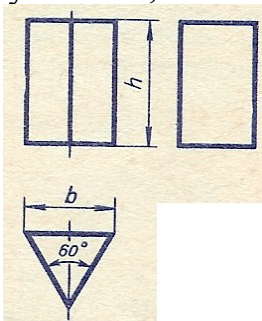

Рисунок 3
**Призма.** Для простоты рассмотрим треугольную прямую призму. Две проекции призмы - прямоугольники, а третья имеет форму треугольника. В зависимости от расположения призмы относительно осей проекций форму треугольника может иметь и горизонтальная, и фронтальная, и профильная проекции (Рисунок 3).
**Пирамида.** Считаем, что горизонтальная плоскость проекций параллельна основанию пирамиды. Тогда фронтальная и профильная проекции имеют форму треугольника, а горизонтальная совпадает с основанием пирамиды. Если пирамида треугольная, то и горизонтальная проекция – треугольник (Рисунок 3).